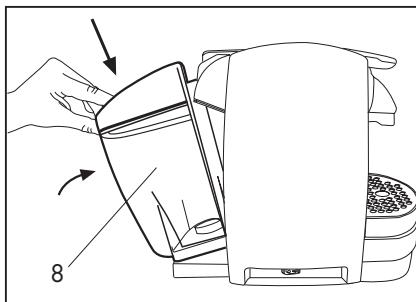

Fig. 3
- Remettre le réservoir en l'inclinant légèrement et en l'appuyant sur la vanne de l'eau. Appuyer sur la partie supérieure de la machine jusqu'à ce qu'un déclic se produise. Afin d'éviter les pertes d'eau, contrôler que le réservoir soit bien fixé (**Fig. 3**).